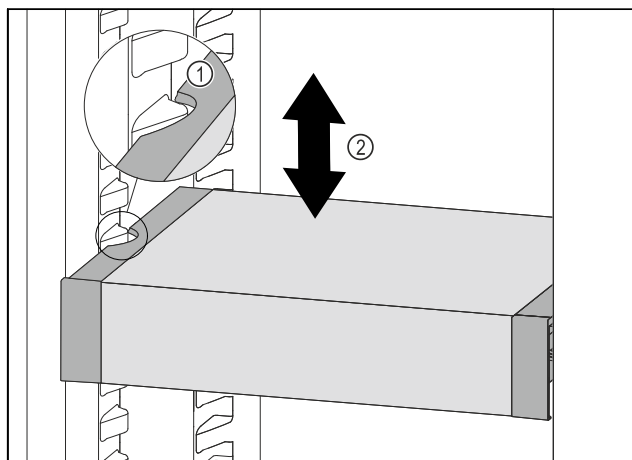

Fig. 86
- Tirare VarioSafe in avanti fino a quando le cavità laterali di VarioSafe non si trovano al livello della nervatura del contenitore nel vano frigorifero. Fig. 86 (1)
- Spostare VarioSafe verso l'alto o verso il basso nel vano frigorifero fino a raggiungere l'altezza desiderata. Fig. 86 (2)